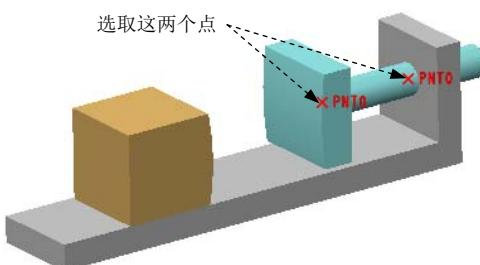
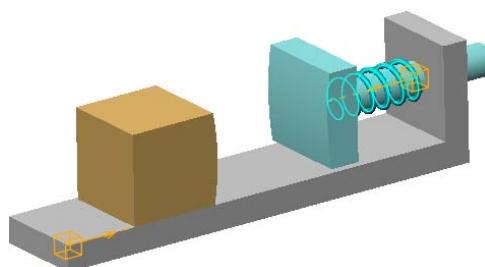

图 7.6.14 选取参考对象
图 7.6.15 定义弹簧
- (1) 选择命令。单击 **插入** 区域中的“弹簧”按钮 ，系统弹出“弹簧”操控板。
- (2) 定义弹簧类型。在操控板中按下“延伸/压缩弹簧”按钮 .
- (3) 选取参考对象。在操控板中单击 **参考** 按钮，按住 Ctrl 键，选取图 7.6.14 所示的两个基准点为参考对象。
- (4) 定义弹簧直径。在操控板中单击 **选项** 按钮，选中其中的 调整图标直径 复选框，输入弹簧直径 100，单位为 mm。
- (5) 定义弹簧参数。在操控板的 **文本框** 中输入弹簧系数 30，单位为 N/mm；在操控板的 **文本框** 中输入弹簧的原始长度值 260，单位为 mm，此时弹簧显示如图 7.6.15 所示。
- (6) 单击操控板中的 按钮，完成弹簧的定义。